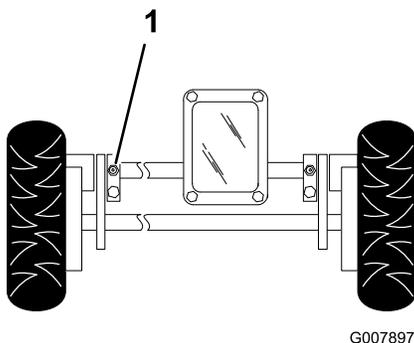

Figure 28
1. Essayez les graisseurs à l'aide d'un chiffon propre (Figure 28).